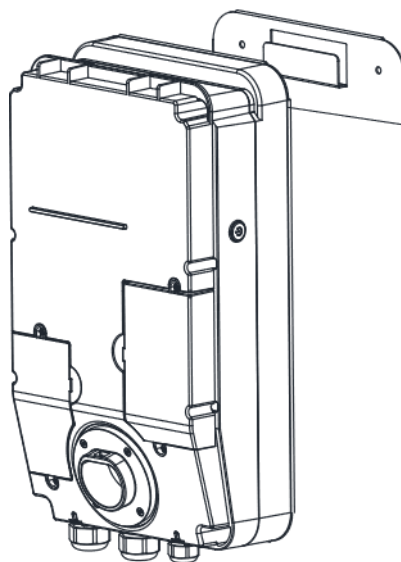

Abbildung 4.2
- (1) Heben Sie den Außendeckel der Wallbox vorsichtig ab und stellen Sie ihn beiseite.
- (2) Hängen Sie den Hauptkörper der Wallbox an der Metallrückwand auf und stellen Sie sicher, dass er links und rechts ausgerichtet ist, wie in **Abbildung 4.2** dargestellt.